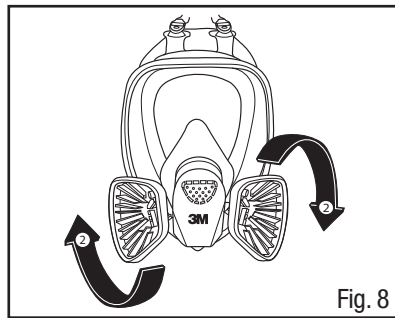

Fig. 8
2. Gire o adaptador um quarto de volta no sentido horário até parar. Para remover o adaptador, gire um quarto de volta no sentido anti-horário (Fig. 8).